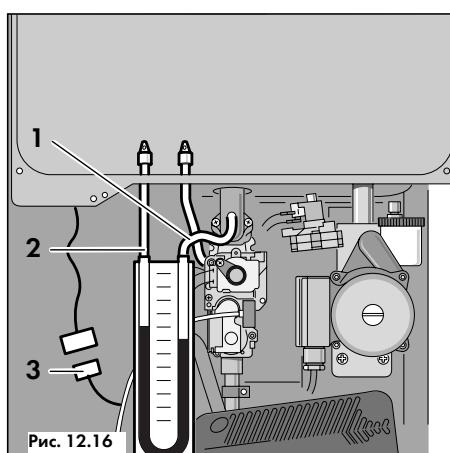

Рис. 12.18
- Разъединить разъем датчика NTC (4, рис. 12.18);